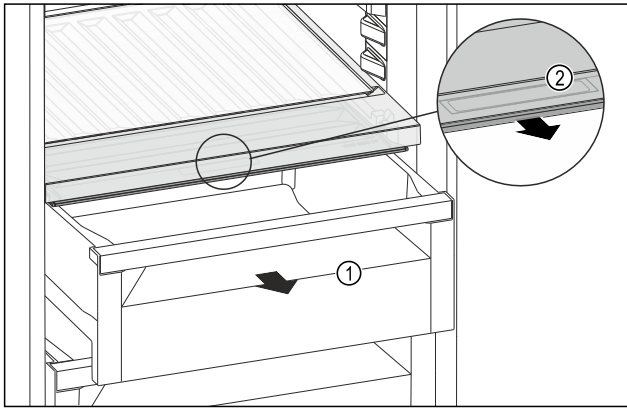

Fig. 138
- Извлеките выдвижной ящик Fig. 138 (1).
- Возьмитесь за утопленную ручку Fig. 138 (2) на крышке отделения и одновременно потяните крышку отделения вперед.